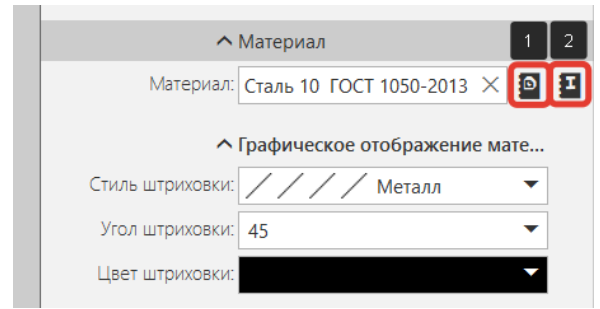
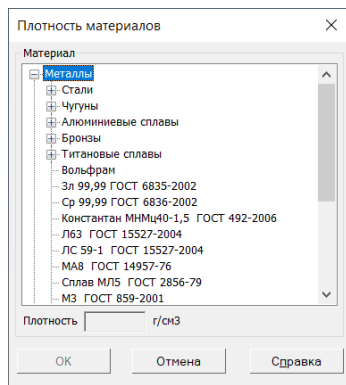
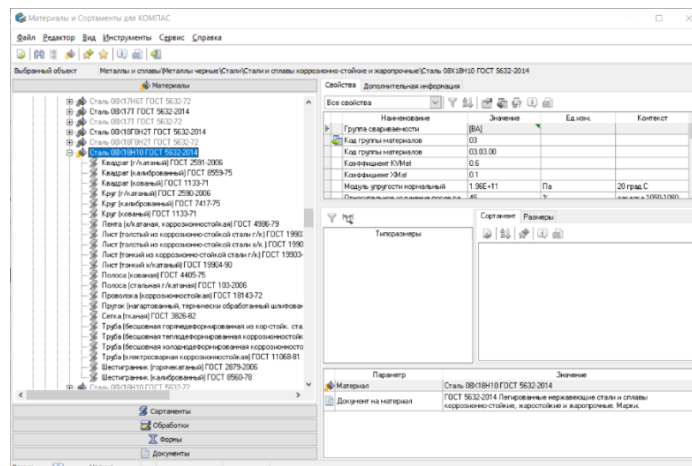

Рисунок 82 – Выбор материала
Рисунок 83 – Материал из списка
Рисунок 85 – Материалы и сортаменты для КОМПАС
Материал модели (исполнения, тела) задается из следующих источников: Материал из списка (1) или Материал из справочника (2) (Рисунок 82)
Материал из списка (1) (Рисунок 82) позволяет задать материал из справочного файла плотностей, который используется системой КОМПАС-3D по умолчанию (Рисунок 83). В этом списке собраны материалы, которые часто используются при проектировании, например:
Материал из справочника (2) (Рисунок 82) позволяет задать материал из внешнего справочника, подключаемого к системе КОМПАС-3D с указанием сортамента (Рисунок 85).
Способ расчета по плотности целесообразно применять, когда деталь является не покупной, а изготавливается на заводе-изготовителе. Данный способ позволяет получить массу готовой детали исходя из плотности материала, который был выбран из списка (1) или справочника (2) материалов (Рисунок 82).